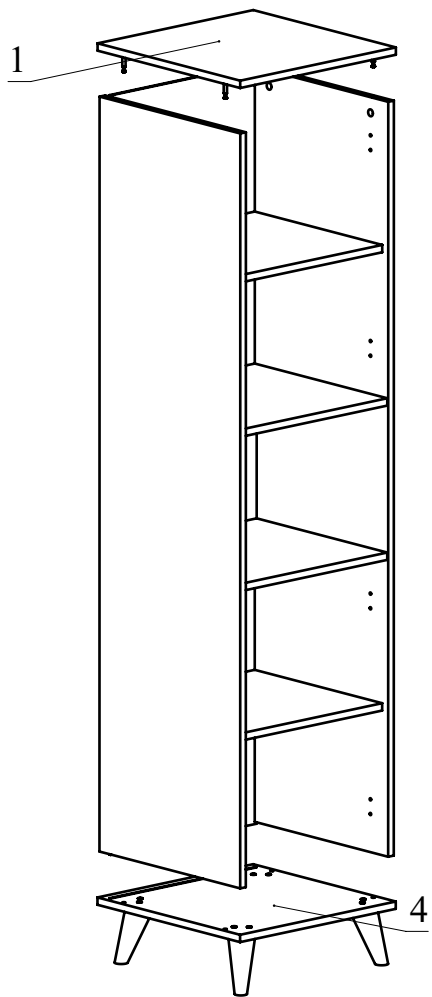

Рис.7
7. Установите деталь 1 на детали 2, 3 и зафиксируйте, повернув конфирматным ключом головки минификсов по часовой стрелке до упора (Рис. 7).
8. Установите деталь 4 на детали 2, 3 и зафиксируйте, закрутив конфирматным ключом конфирматы 7x50 по часовой стрелке до упора (Рис. 7).